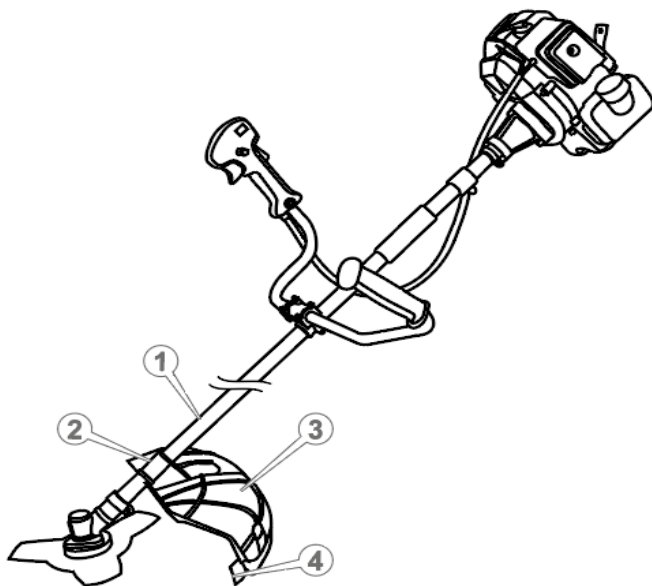

Рисунок 6. Схема встановлення захисного кожуха.
- встановити ніж (4, рис. 6) для обрізання жилки на захисний кожух (3, рис. 6) і надійно закрутити за допомогою фіксуючих кріплень;
- встановити захисний кожух (3, рис. 6) на штангу за допомогою комплексу кріплень так, щоб позиціонуючий отвір скоби (2, рис. 6) поєднався із відповідним отвором штанги (1, рис. 6), та зафіксувати гвинтами з комплексу. Переконайтеся в надійності кріплення захисного кожуха – прокручування не допускаються.